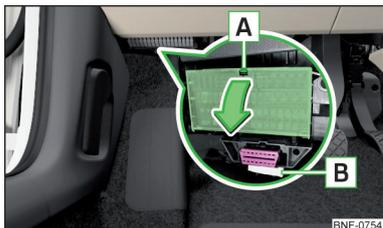

Fig. 165
Les fusibles se trouvent en dessous du volant dans la partie inférieure du tableau de bord » fig. 165.
- Appuyez sur la languette de fixation **A** » fig. 165.